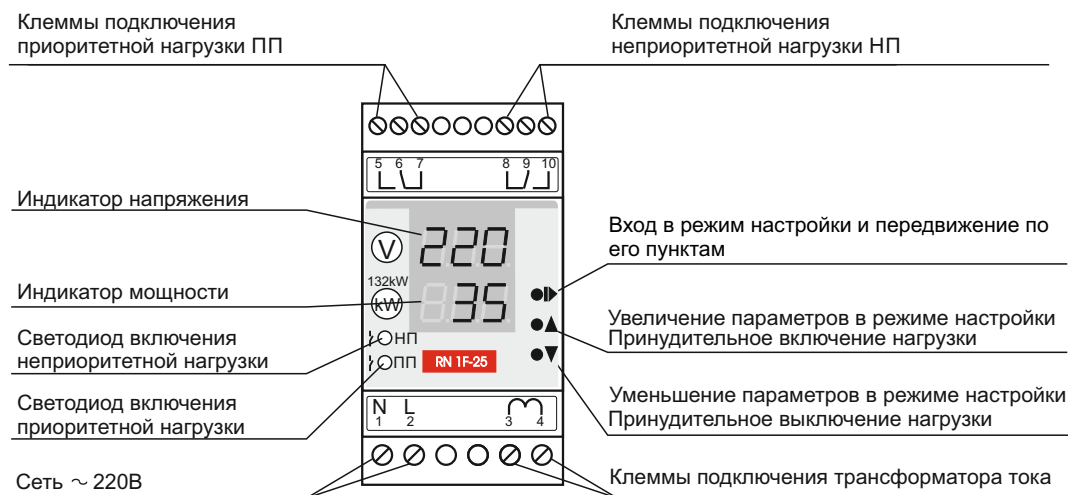

Рис. 1. Устройство прибора
- 7.1. Изделие имеет два светодиодных дисплея, отображающие (рис.1):